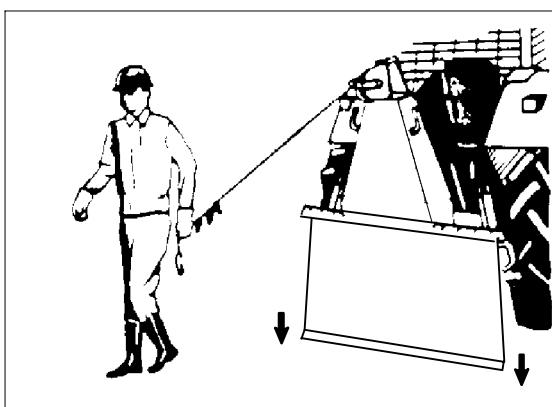

Fig. 25. Ankr doserbladet til bakken.
- Parker vinsjen og traktoren på flatmark. Lås bremsene på traktoren før du begynner å vinsje. Senk 3–punktstasjonen slik at doserbladet anker vinsjen til bakken. Se fig. 25.